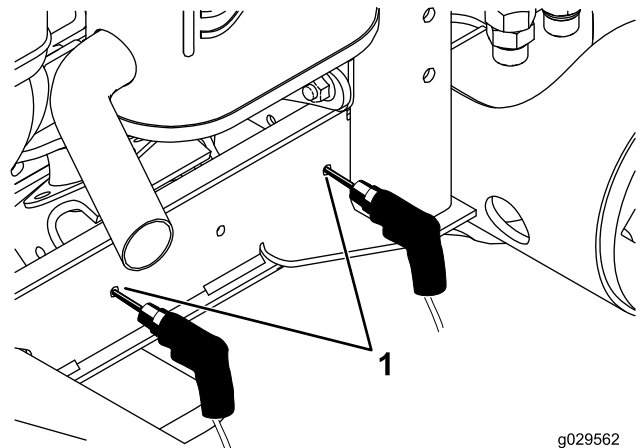

Figura 5
6. Rimuovete il bullone e il dado che fissano la fascetta e il supporto del parafango al telaio (Figura 5).
7. Nei punti contrassegnati nel passaggio 5, praticate nel telaio 2 fori con diametro 7,14 mm (Figura 5).